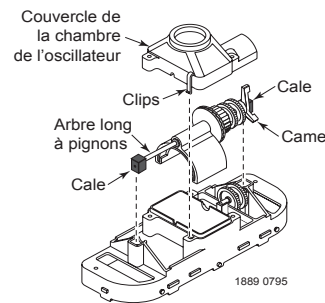
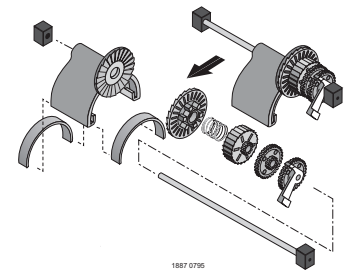

Figure 23a
Figure 23b
- Remettre le corps inférieur à l'endroit. Dégrafer les 2 agrafes du couvercle de la chambre de l'oscillateur (Figure 23a) le retirer.
- Par les cames qui se trouvent à son extrémité, tirer droit vers le haut le grand arbre à pignons (Figure 23a). Immobiliser les joints de l'oscillateur et les cales sur l'arbre. La came peut gêner la tige de fixation de l'arbre. Dans ce cas, tourner légèrement l'arbre jusqu'à ce qu'il dégage l'axe. L'arbre peut maintenant être démonté (Figure 23b).
- Sortir l'arbre long à pignons de l'oscillateur (y compris tous les pignons) et faire bien attention de ne pas perdre les joints de l'oscillateur, car ils risquent de tomber à ce point (Figure 23b).